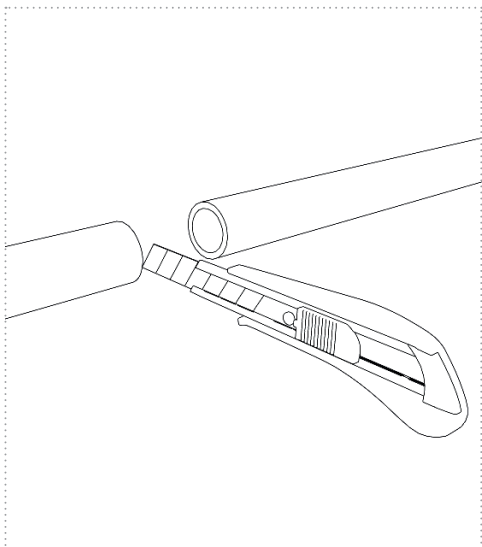

Figure 7
1. Sectionnez la conduite d'eau à l'endroit d'installation souhaité conformément à la Figure 7. Pour les tuyaux souples, veillez à effectuer une coupe droite.